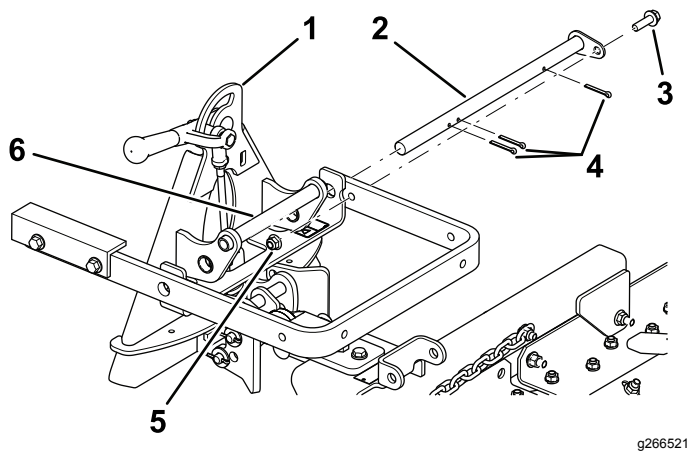

Bild 5
3. Richten Sie den Hubarm mit der Halterung am Anbaugerätadapter aus (Bild 4) und schließen Sie diese mit der Gelenkstange an, siehe Bild 5.
4. Befestigen Sie die Gelenkstange mit drei Splints und einer Schraube ($\frac{3}{8}$ " x $1\frac{1}{4}$ ") und einer Sicherungsmutter (Bild 5).